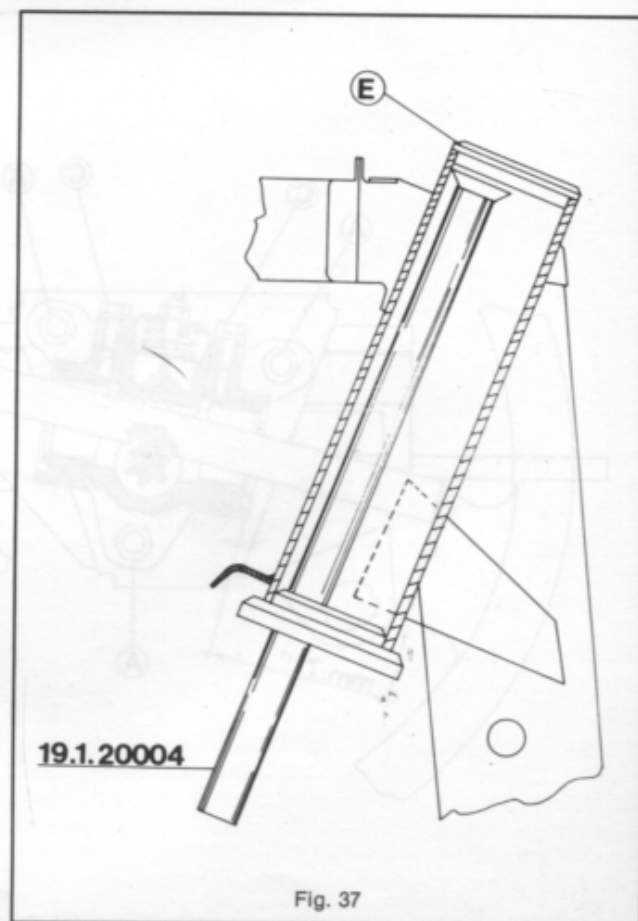

Fig. 37
Fig. 37 - Sede inferiore del cuscinetto superiore sterzo: introdurre dal lato inferiore del cannotto sterzo il punzone 19.1.20004 ed espellere, mediante colpi di mazzuolo, la sede inferiore «E» del cuscinetto superiore sterzo.
**Fig. 38 - Sede superiore del cuscinetto inferiore sterzo:** operare analogamente a quanto effettuato in fig. 37 per l'espulsione della sede inferiore, reimpiegando il punzone 19.1.20004 introdotto dal lato superiore del canotto sterzo con l'ausilio di un mazzuolo rimuovere la sede superiore «D» del cuscinetto inferiore sterzo.